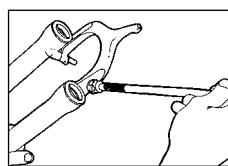

Fig. 7
7. Applicare del grasso Judy sulla superficie delle quattro boccole, all'interno dei cilindri inferiori e riempire completamente il vano tra le labbra dei doppi anelli di tenuta. Utilizzare un panno impregnato di grasso Judy, avvolto sulla prolunga della chiave a bussola per raggiungere l'interno dei cilindri inferiori. (vedi fig. 7)